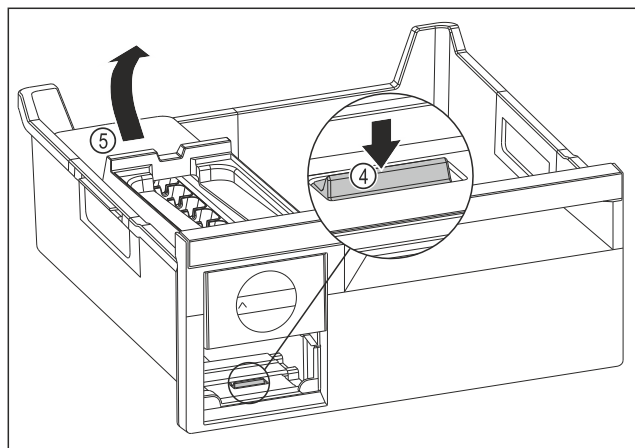

Fig. 141
- ▶ EasyTwist-Ice-corpus wegnemen: Strip Fig. 141 (4) met uw vinger omlaag drukken en gelijktijdig met de andere hand de EasyTwist-Ice-corpus Fig. 141 (5) van achteren optillen.